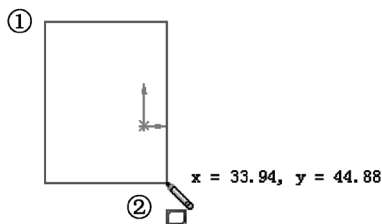

图 2-21 绘制边角矩形
- **边角矩形：**通过两个对角点绘制矩形。单击此按钮后在绘图区的不同位置单击两次，即可绘制边角矩形，如图 2-21 所示。